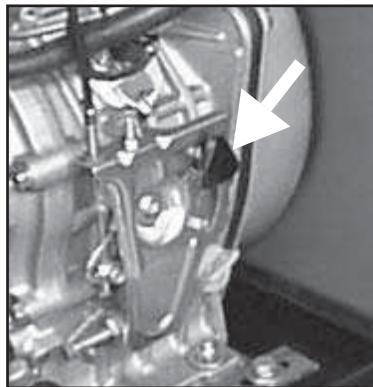

Fig. 7
- 2) Model Yanmar Motor: Vip acceleratorhåndtaget, placeret på motoren (se fig. 7), tilbage opad. Vent til motoren er helt standset og drej så nøglen over i "OFF" position.